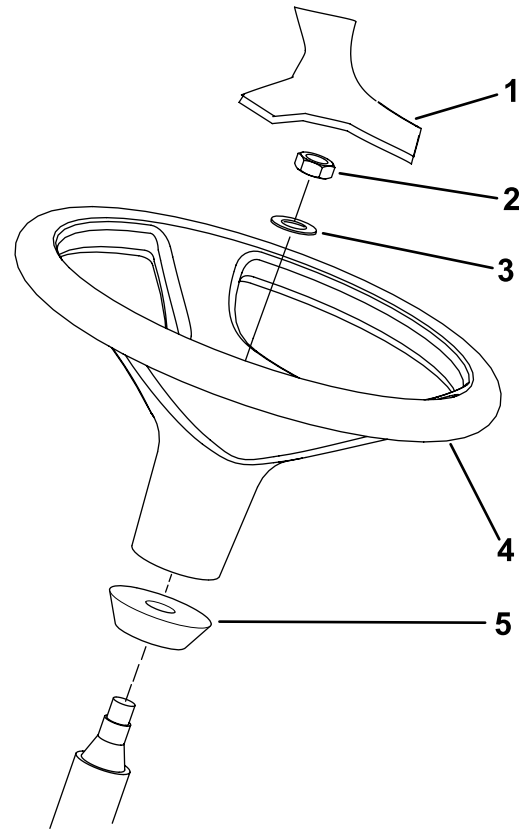

Figura 13
1. Retire el volante del calzo de transporte (Figura 13).
- Nota:** Asegúrese de que el collar de espuma permanece en el eje de dirección (Figura 13).
3. Deslice el volante y la arandela sobre la columna de dirección (Figura 13).
5. Monte la tapa en el volante (Figura 13).